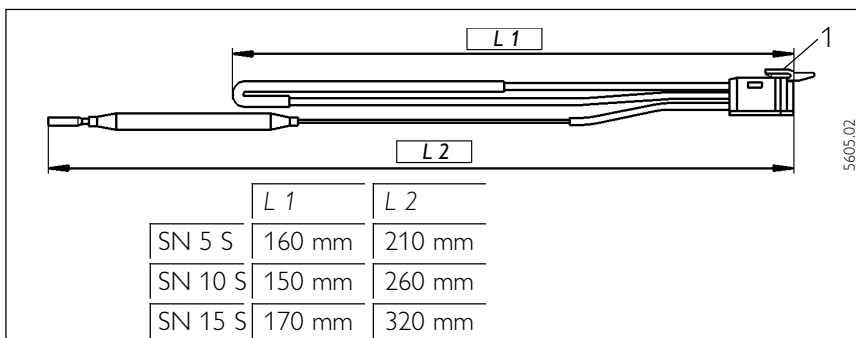

Abb. 13/Fig. 13/Afb. 13
### Regler- und Begrenzer-Justierung, Abb. 13
Die angegebenen Maße  $L_1$  und  $L_2$  und die Einbaulage (Abb. 13) sind unbedingt einzuhalten.
Klemme Abb. 13, Pos. 1 einrasten!
**Thermostat and temperature fuse adjustment,** Fig. 13.
The distances L1 and L2 and the position (Fig. 13) must be maintained.
Allow clamp Fig. 13, item 1, to latch in!
**Ajustage des thermostats de réglage et de sécurité,** fig. 13.
Respecter impérativement les distances L1 et L2 et la position indiquées (fig. 13).
Enfoncer l'ergot fig. 13, rep. 1!
**Dompellengte van de thermostaat en begrenzer evt. corrigeren,** (afb. 13).
De aangegeven afstanden L1 en L2 en de positie (afb. 13) moeten strikt worden aangehouden.
Klem (afb. 13, nr. 1) vastzetten!